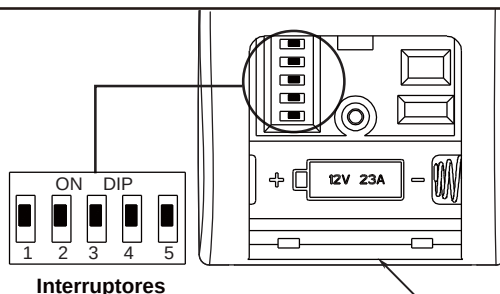

Figura 4
- ☐ 3. Una vez realizadas las conexiones, gire los conductores hacia arriba y, con cuidado, colóquelos dentro de la caja de salida; con los conductores blancos y verdes hacia un lado y los conductores negros hacia el otro. (Figura 4)
- ☐ 4. Conectores los conectores de 2 pines desde el kit de iluminación a los conectores de 2 pines desde la unidad del motor. (Figura 4)
- ☐ **4.** Para configurar el código del mando a distancia, Mueva los interruptores de código hasta colocar el código de selección en la posición arriba o abajo. Con un destornillador pequeño o con una lapicera (no se incluye) deslice firmemente hacia arriba o hacia abajo. (Figura 4)